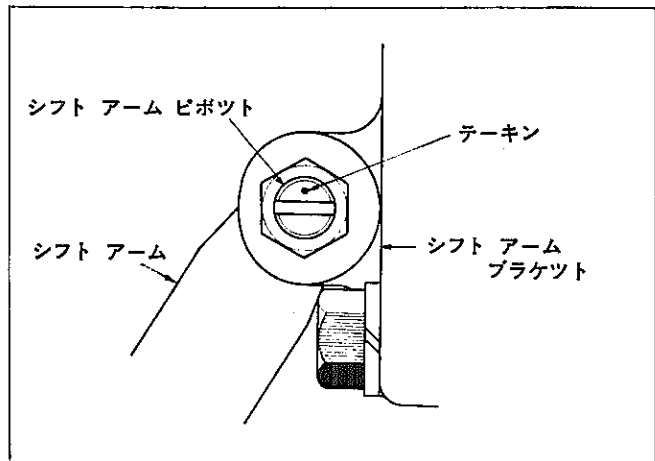

図7-161 かみ合い調整
- c かん合状態が適正な位置にある場合ピボットのスリットが図7-161のようになる。